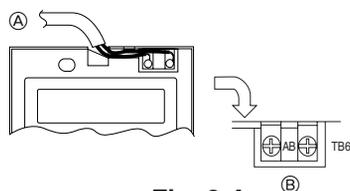

Fig. 6-4
2) Tilslutningsprocedurer (Fig. 6-4)